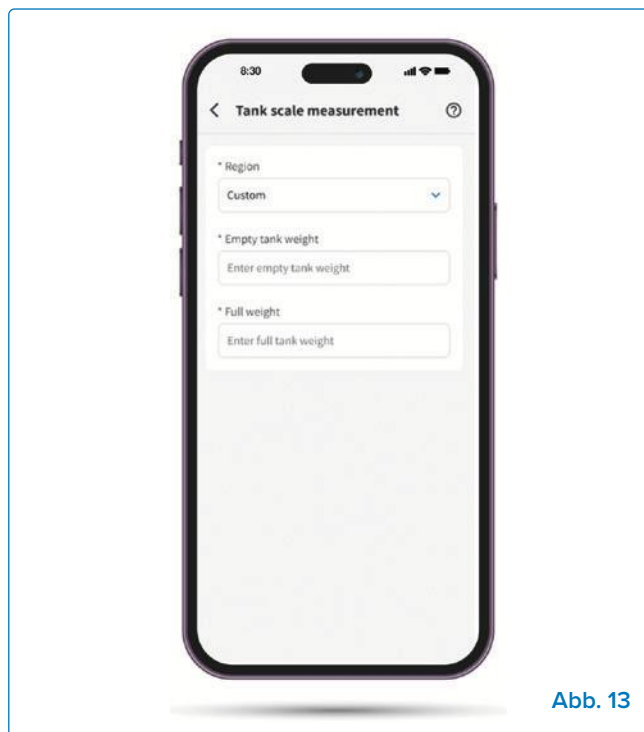

Abb. 13
- » **Benutzerdefinierter Tank (optional):** Geben Sie das Gewicht eines leeren und vollen Tanks für eine genaue Überwachung ein (**Abb. 13**).